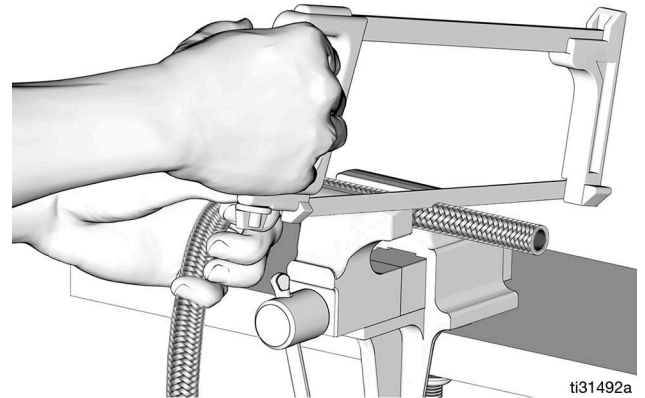

Рис. 64
2. Отрежьте шланг мелкозубой ножовкой или режущим кругом под прямым углом (Рис. 64).